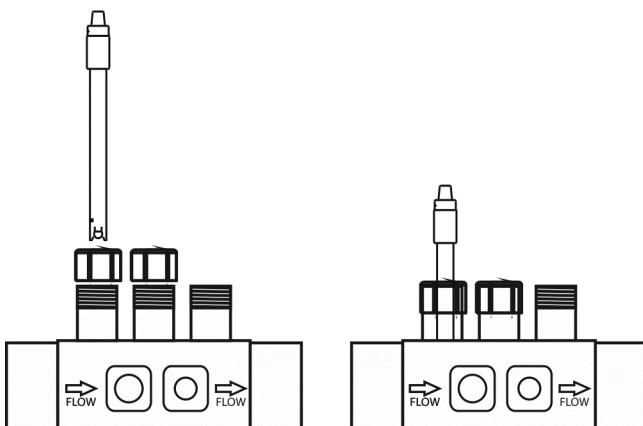

Fig. 12
1. Inserir o sensor de pH fornecido com o equipamento no correspondente compartimento do porta-sensores (Fig. 12).